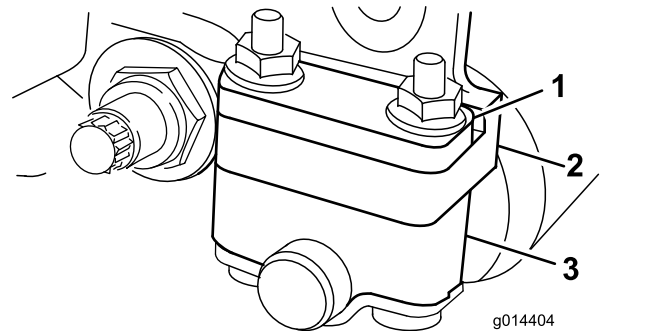
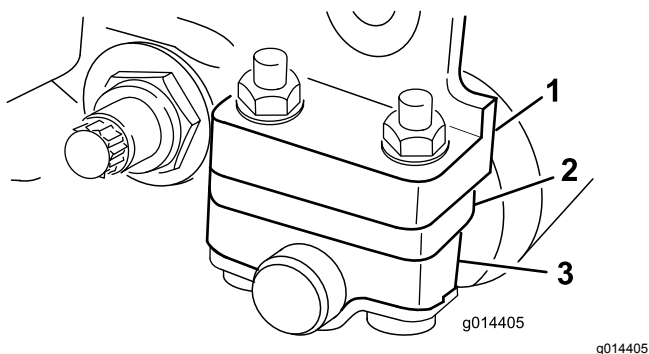

Bild 14
Bild 15
Abhängig von dem gewünschten Schnitthöhenbereich stellen Sie die Heckrollenhalterungen (Bild 14 oder Bild 15) auf die niedrige oder hohe Stellung ein:
- Legen Sie das Distanzstück über den Montageflansch der Seitenplatte (Werkseinstellung), wenn der Schnitthöhenbereich zwischen 1,5 mm und 6,0 mm liegen soll, siehe (Bild 14).
- Positionieren Sie das Distanzstück unter dem Montageflansch der Seitenplatte, wenn der Schnitthöhenbereich zwischen 3 mm und 25 mm liegen soll, siehe (Bild 15).
4. Legen Sie die Distanzstücke je nach Bedarf über oder unter den Rollenhalterungen auf die Schrauben (Bild 14 oder Bild 15).